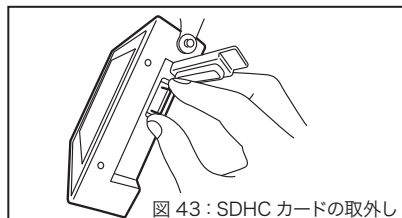

図 43：SDHC カードの取外し
- ・ SDカードカバーを外し、SDHCカードを本体より取り外します。(図 43)